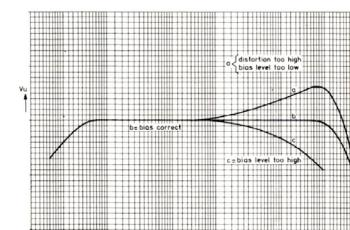

Fig. 7
- When one channel is adjusted this may slightly affect the adjustment of the other channel. If the adjustment is correct the frequency response curve will be similar to curve b in Fig. 7, distortion $\leq 3\%$.
- Lors du réglage d'un des canaux on pourra constater qu'il y a incidence sur l'autre. Si le réglage est comme il faut, la courbe de fréquence aura la forme de celle de la Fig. 7 courbe b, distortion $\leq 3\%$.
- Bei het instellen van het ene kanaal kan het andere iets worden beïnvloed. Bij een goede instelling zal de frequentiekarakteristiek als in Fig. 7 curve b verlopen, vervorming $\leq 3\%$.
- Quando viene regolato un canale, questo può influire sulla regolazione dell'altro. Se la regolazione è corretta la curva della risposta in frequenza sarà simile alla curva b della Fig. 7. Distorsione aumenterà $\leq 3\%$.